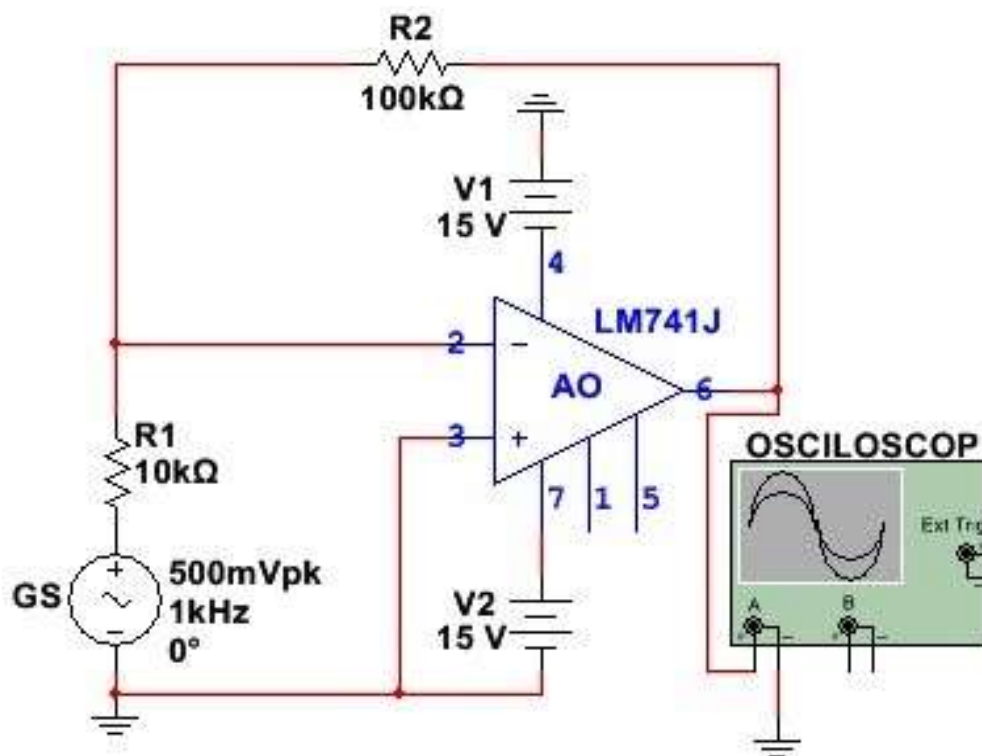

Figura 2.42 Circuit inversor cu AO.
1. Se realizează cu simulatorul schema electronică din **figura 2.42**;
2. Se realizează pe placa de probă montajul din **figura 2.42**;
3. Se conectează generatorul de semnal ca în **figura 2.42** și se reglează amplitudinea semnalului alternativ  **$V_i = 500 \text{ mV}$**  și frecvența  **$f = 1 \text{ KHz}$** ;
4. Se conectează osciloscopul ca în **figura 2.42** și se setează astfel: